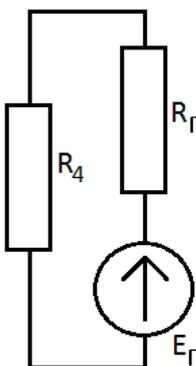

Рис. 161
1.5.4. Зная сопротивление генератора и его эквивалентную ЭДС, определяем неизвестный ток – рис. 161.